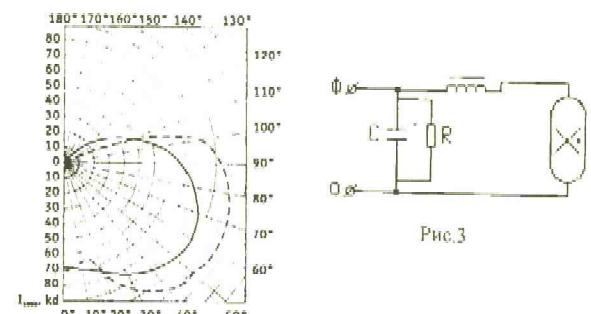

Рис.3
5.3. Подключение проводов сети производится к клеммной колодке согласно схемы включения (рис.3), а заземляющего провода – к защитному зажиму.